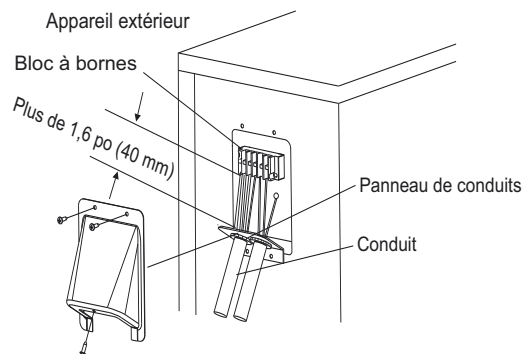

Figure 12 – Câblage sur place
5. Raccordez le conduit au panneau de conduits (consultez la figure 12).